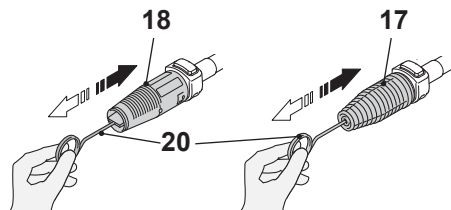

Fig. 18
Remova quaisquer depósitos de sujidade do orifício do bocal (17/18) com a agulha de limpeza (20) (Fig. 18).